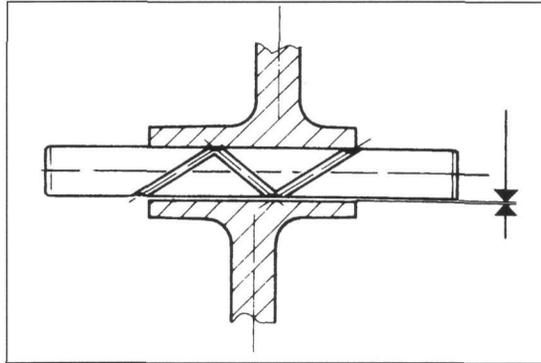

Bild 147
-  Mit Bügelmessschraube Durchmesser der Kipphebelwellen und mit Innentaster Durchmesser der Kipphebel messen. Spiel (Kipphebeldurchmesser abzüglich Achsendurchmesser, Bild 147) soll 0,03 - 0,06 mm betragen, die Verschleissgrenze 0,08 mm.